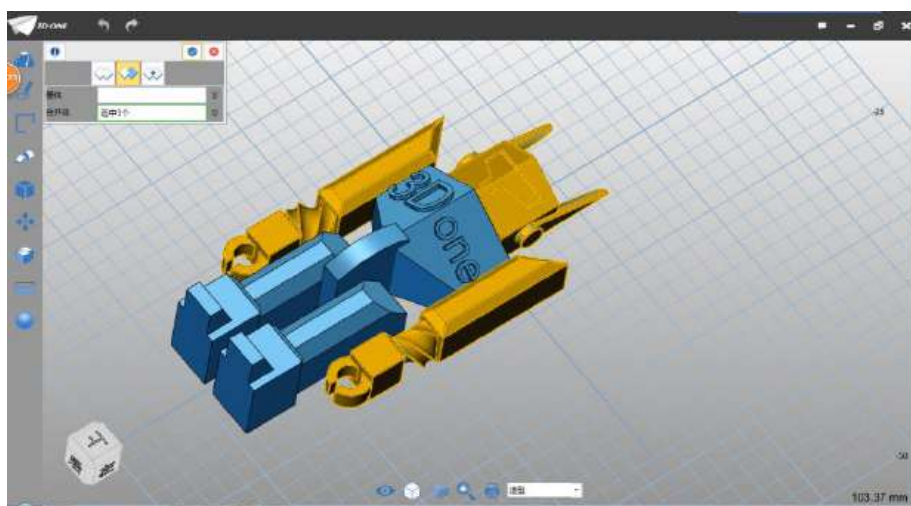

图 5-3
Step 3 合并体左键单击选择头部、手部，如下图 5-3 所示：